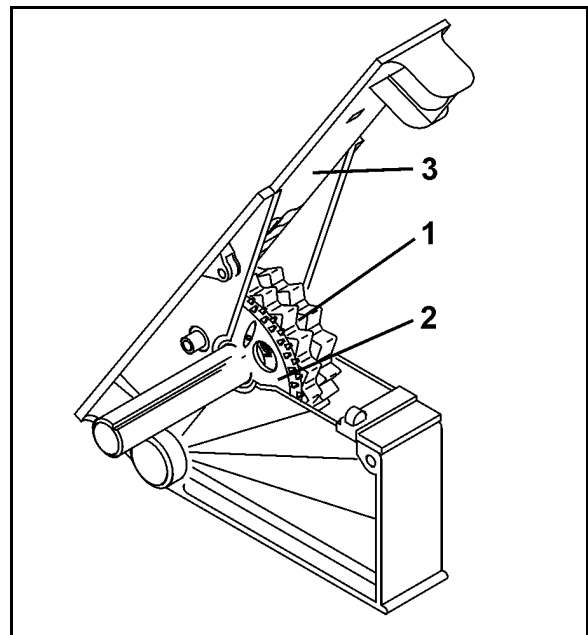

Fig. 12
- o et normalsåhjul (Fig. 12/1) og
- o et finsåhjul (Fig. 12/2).
Stopventilerne (Fig. 12/3) kan indstilles i tre positioner og skal indstilles afhængigt af sædtype.